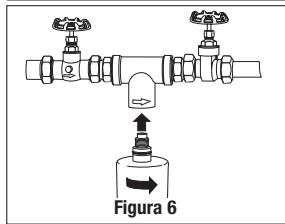

Figura 6
6. Gire el cartucho hacia la derecha para enroscarlo en la cabeza del filtro AP430SS. Abra el suministro de agua principal, abra las válvulas y verifique si hay pérdidas. (Figura 6)